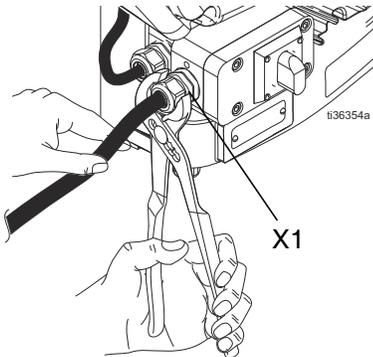

FIG. 5: Tornillos de la caja de conexiones y empuñadura del cable de descarga de tensión
- Vuelva a montar los tornillos y las arandelas de la caja de conexiones retirados en el paso 2 y apriete la brida del cable (X1) para sujetar bien el cable de alimentación en la caja de conexiones (Y). Consulte FIG. 5.